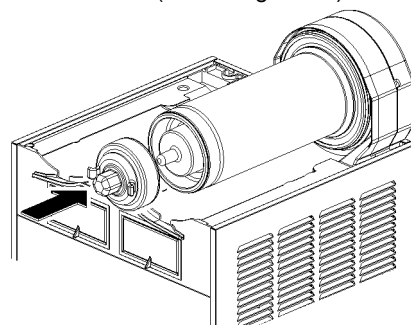

figura 13
- 5 Inserire il rotore magnetico esterno nell'evaporatore accompagnandolo fino in fondo. (vedere figura 13)